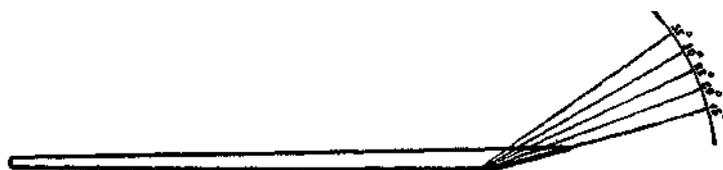

Fig. 190
*Ângulos de corte.* — A fig. 190 apresenta-nos a variação dos ângulos dos formões e das plainas, segundo a qualidade da madeira.